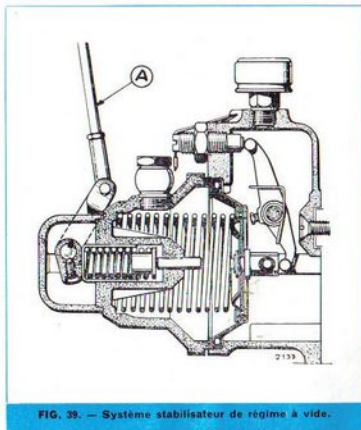

FIG. 39. — Système stabilisateur de régime à vide.
- 1^o Régler le tirant (A, fig. 39 à la longueur de 150 mm).